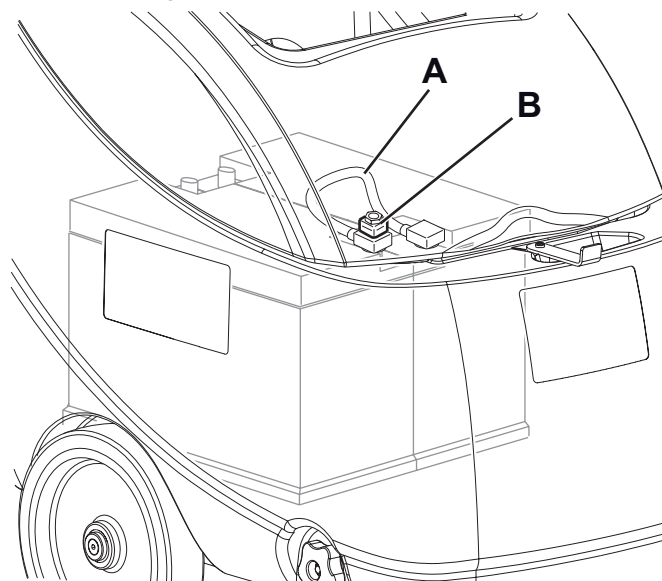

Figure 11
1. Débrancher le connecteur (29) des batteries.
2. Déposer le réservoir d'eau de récupération (30) (voir la procédure au chapitre Utilisation).
3. Sur le câble de branchement batteries (A, Fig. 11), contrôler ou remplacer le fusible de batterie F0 (125 A) (B).